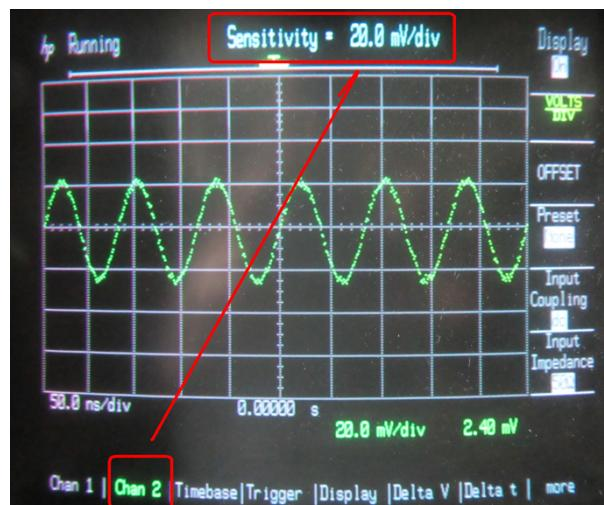

图 12. Sensitivity = XXX 显示在屏幕的上方
2) 这时看到 Sensitivity = XXX 显示在屏幕的上方(图 12)